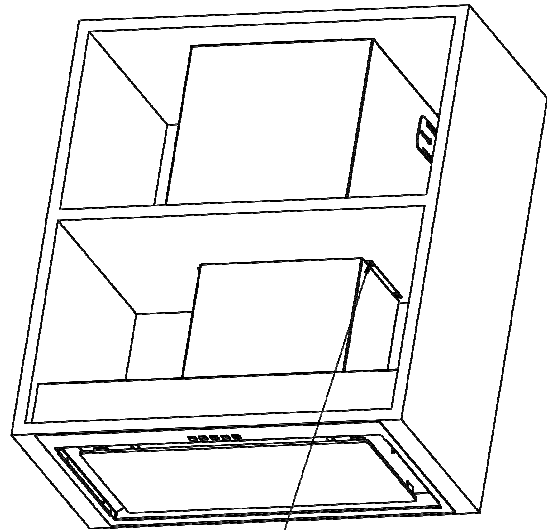

Rys. 9
Odległość „A” pomiędzy najniższą częścią okapu nadkuchennego a powierzchnią podtrzymującą naczynia do przyrządzania potraw powinna wynosić min. 65 cm dla kuchni gazowej (Rys.9).
- Na zamocowany w szafce okap zakładamy osłonę Rys. 9